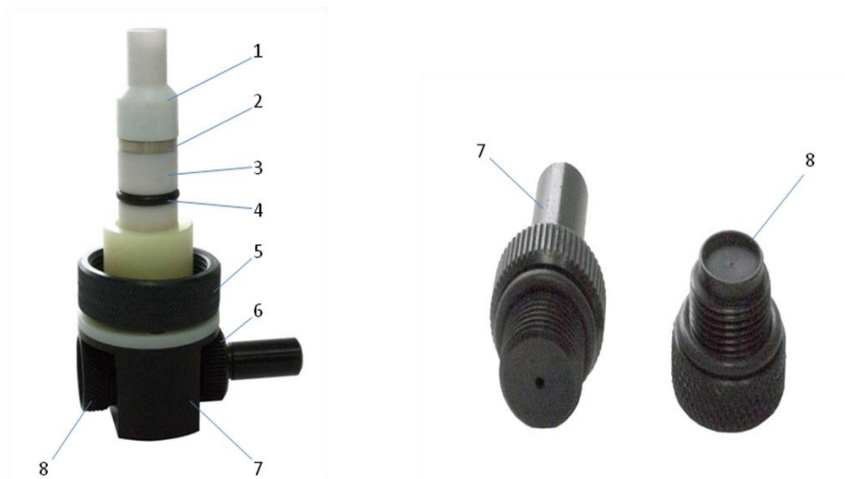

Рисунок 3. Внешний вид пробоотборной камеры с изолятором и импактором
2.2.2 Блок регистрации выполнен из пластика и представляет собой пустотелый цилиндр закрытый кожухом. Внутри цилиндра размещена пробоотборная камера, в которую вмонтирован высоковольтный игольчатый электрод. Накидная гайка, расположенная на входном фланце, позволяет крепить и извлекать из БР пробоотборную камеру вместе с изолятором, игольчатым электродом и импактором (рис. 3).
2.2.3 Отбор пробы пыли осуществляется встроенной воздуходувкой через импактор, который устанавливается на входном фланце БР (рис.3). Импактор имеет две сменные насадки и съемный коллектор.